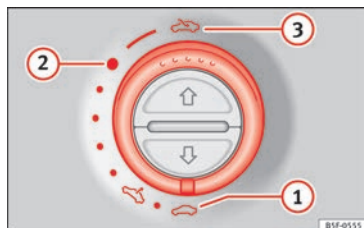

Fig. 11 En el revestimiento interior del techo: gire el conmutador para abrir y cerrar.
- Abrir: gire el conmutador hacia la posición » fig. 11 ③.
- Posición de confort: gire el conmutador hacia la posición » fig. 11 ②.
- Cerrar: gire el conmutador hacia la posición » fig. 11 ①.